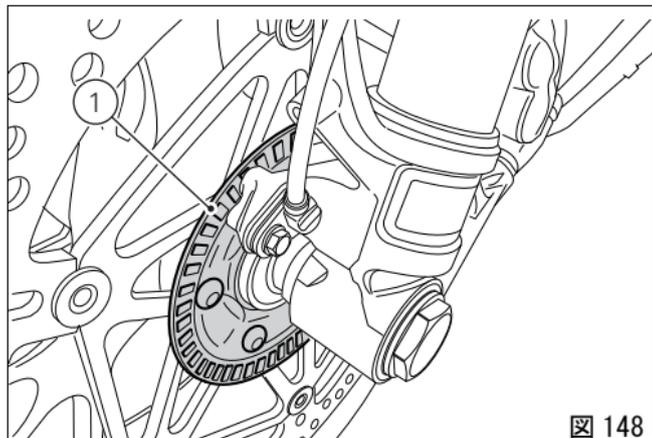
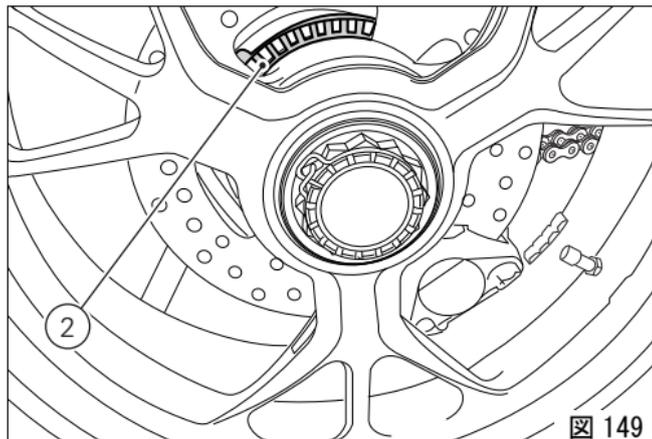

図 148
図 149
フロントフォニックホイール (1、図 148) とリアフォニックホイール (2、図 149) をよく清掃してください。
1) イグニッションキーを ON の位置にします (図 148)。